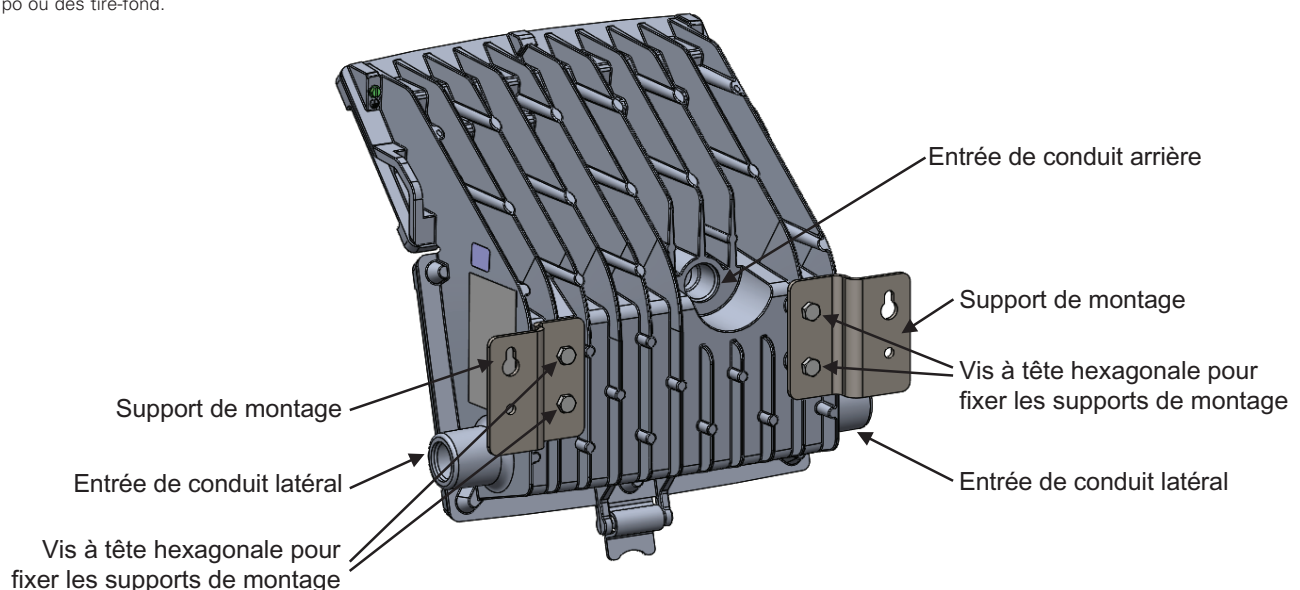

Figure 1
2. Le luminaire est fourni avec trois entrées de conduit NPT 3/4 po et deux bouchons NPT, mais non installés (figure 1). Boucher les entrées du conduit qui ne sont pas utilisées. Pour éviter le grippage et garantir l'étanchéité, lubrifier les bouchons de conduit avec le lubrifiant HTL de la série Crouse-Hinds d'Eaton avant l'installation, et serrer les bouchons avec une clé à au moins cinq (5) filetages complets (57-71 Nm [42-52 lb-pi] pour les bouchons de 3/4 po)).